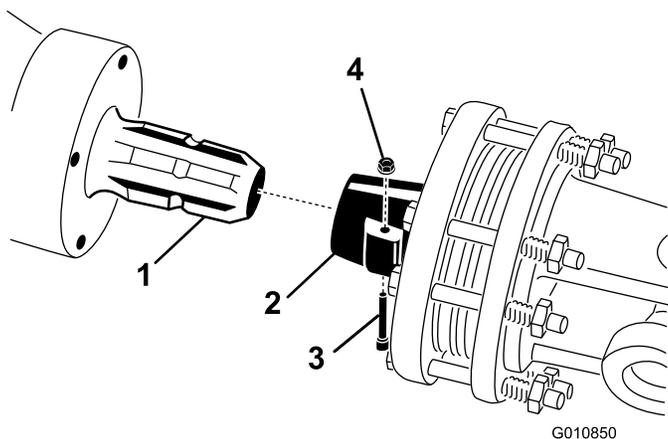

Рисунок 20
1. Снимите с ВОМ палец и гайку (Рисунок 20).
2. Подсоедините конец муфты ВОМ к первичному валу коробки передач аэратора с помощью снятых ранее пальца и гайки (Рисунок 20). Палец можно вставить только одним способом.